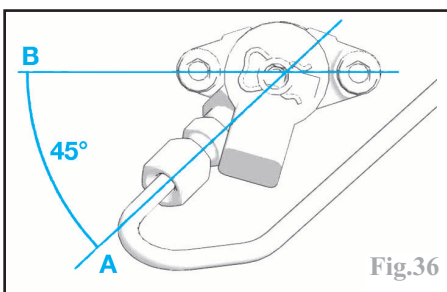

Fig.36
- respecter l'inclinaison de **45°** entre (A) et (B) (Fig.36).